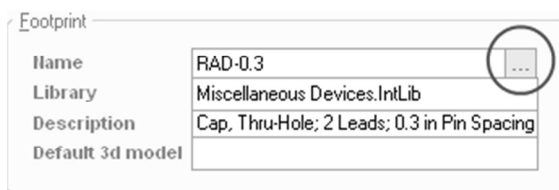

Рис. 4.17. Группа параметров посадочного места
2. Обратите внимание, что в группе параметров **Footprint** (Посадочное место) в качестве имени посадочного места указано **RAD-0.3**. Чтобы выбрать другое посадочное место, нажмите клавишу [...], как показано на рис. 4.17. Открывается диалоговое окно **Browse Libraries** (Выбрать в библиотеках).